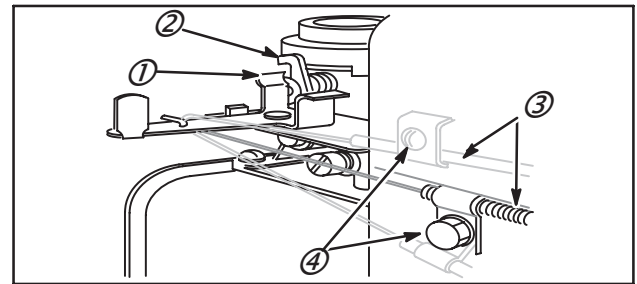

Fig. 103
- Levier du starter (2)
- Gaines des commandes à distance du starter et du papillon (3)
- Vis de fixation de pontet de gaine (4)
- Fig. 103